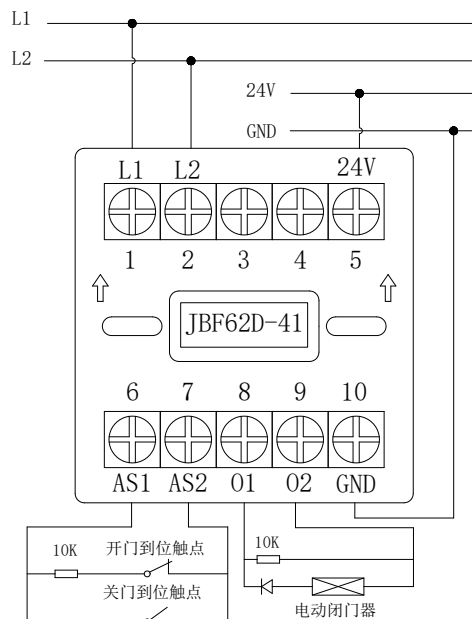

图 4 接线示意图
- ◆ 启动后输出 DC24V：O1(端子 8)和 O2（端子 9）：接被控设备，此时被控设备需串接二极管后与 10k Ω 电阻并联后接到 O1 与 O2 端之间，二极管正极与 O2 端相连。启动后，O2 端输出 DC24V。接线方式见图 4。